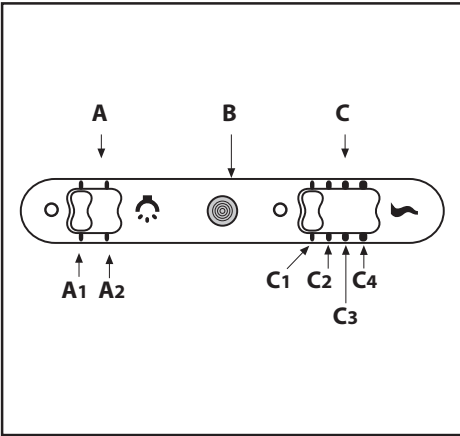

Fig.8
• Органы управления: (рис.8) Светящиеся .
• **Сигналы управления:** (рис.8) slider- символика указана ниже: